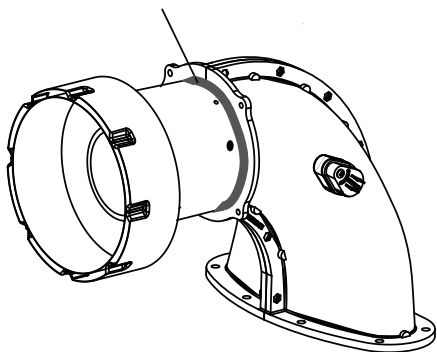

Figure 8. Étanchéiser le raccord avec du RTV
6. Appliquez un RTV silicone résistant aux températures élevées au niveau du raccordement pour étanchéiser, comme illustré à la figure 8.